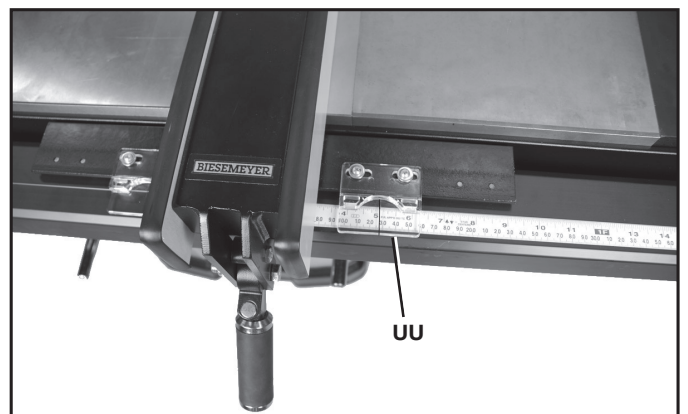

FIG. 27
2. Régler le pointeur de droite (UU) fig. 27 sur le zéro et serrer la quincaillerie du pointeur.